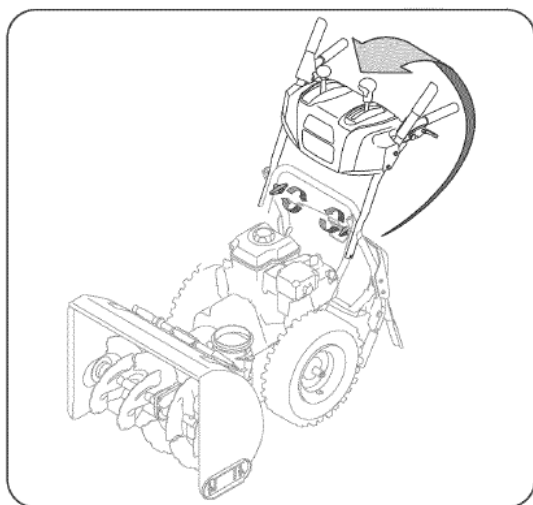

Рисунок 1
- б). Потяните верхнюю ручку вверх и назад, как показано на рис. 1. Поворачивая ручку вверх, убедитесь, что оба конца центрального троса правильно расположены в кронштейнах. Совместите верхнюю ручку с нижней ручкой.
3. Установите рычаг управления желобом в центральное положение. См. рис. 1.